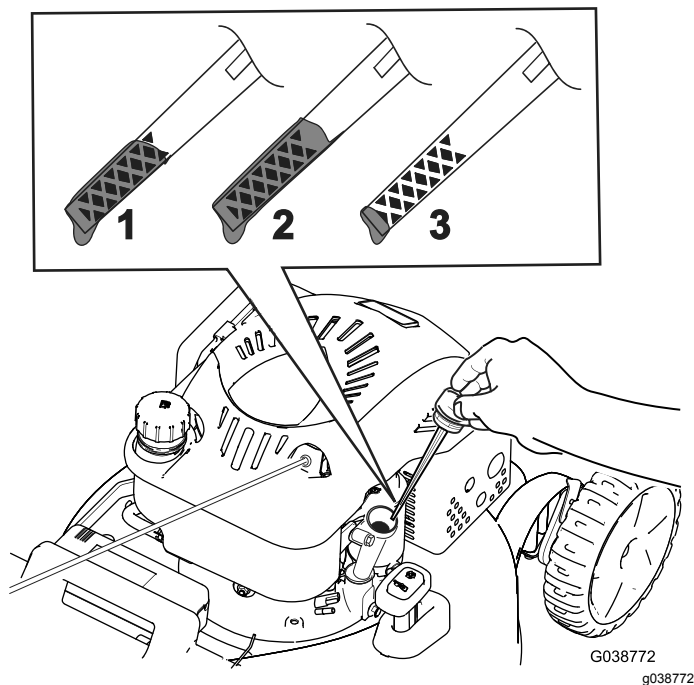

Figure 11
2. Tournez le bouchon dans le sens antihoraire et sortez la jauge (Figure 11).
5. Relevez le niveau d'huile indiqué sur la jauge (Figure 11).
- Si le niveau d'huile est trop bas, (Figure 11), versez avec précaution une petite quantité d'huile détergente SAE 30 ou SAE 10W-30 dans le tube de remplissage, attendez 3 minutes puis répétez les opérations 3 à 5
- Si le niveau d'huile est trop élevé (Figure 11), vidangez l'excédent d'huile jusqu'à obtention du niveau d'huile correct sur la jauge ; voir Vidange de l'huile moteur (page 18).